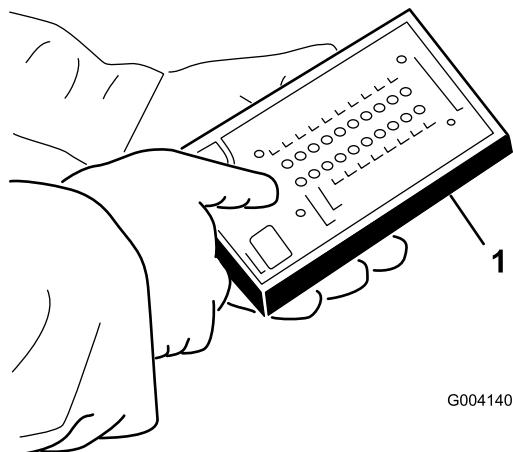

Figure 49
- Branchez le connecteur de l'outil Diagnostic ACE au connecteur du faisceau de câblage (Figure 49).